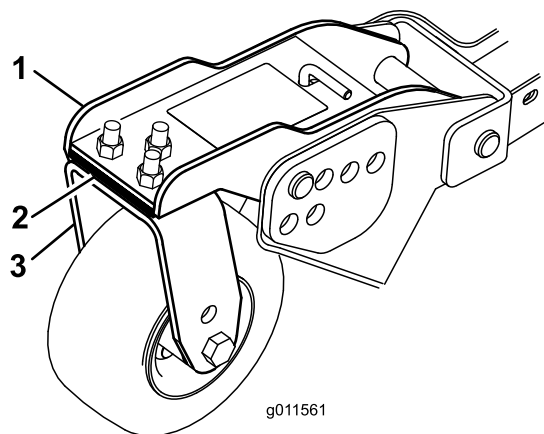

**Figure 122**
1. Desserrez les écrous de blocage en haut ou en bas de l'étrier fileté de la chaîne de hauteur de coupe (Figure 122).